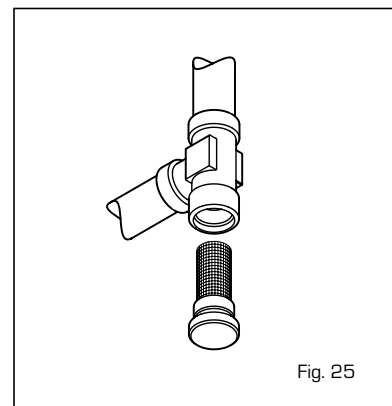

Fig. 25
4.7.1 Pulizia filtro "Aqua Guard" (fig. 25)